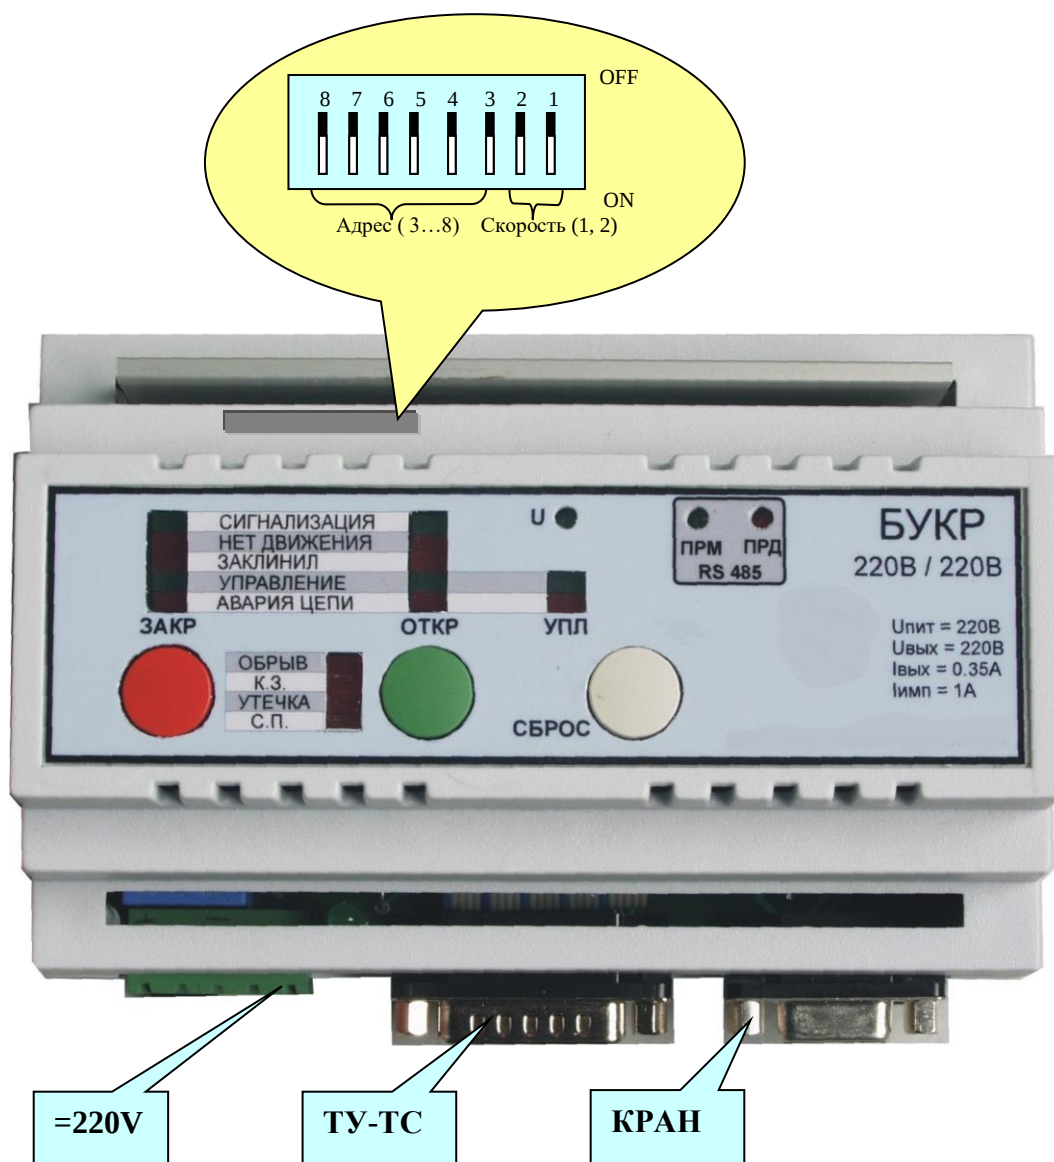

Рисунок 1 – Внешний вид БУКР.
1.5.1.3 Внешние соединители - разъемы установленные на плате конвертора 220 В и выведенные на боковую панель корпуса, см. рисунок 1. Для подключения электрических цепей БУКР используются разъемы DB15, DB9 и соединитель штепсельный PHOENIX CONTACT типа MSTB 2,5/3...-5,08 (подключение проводов под винт):
Группа переключателей DIP switch (SWD1-8) - **JP1** установлена на плате ЦП и просматривается через отверстие в корпусе, см. рисунок 1.
Кнопки и светодиодные индикаторы, установленные на плате индикации, выведены на лицевую панель БУКР (см. рисунок 1) и могут быть использованы для отображения и диагностики устройства в «местном режиме» работы (см. 1.5.2) соответственно назначению, указанному в 1.5.1.6.